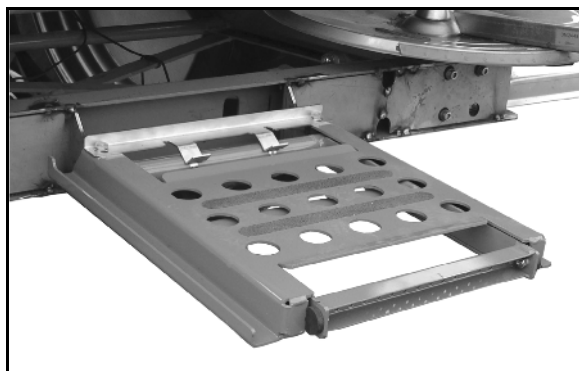

図 41
- 使用しないときは、梯子を上に戻して（図 41）、踏み台と一緒に前方に押し込みます。